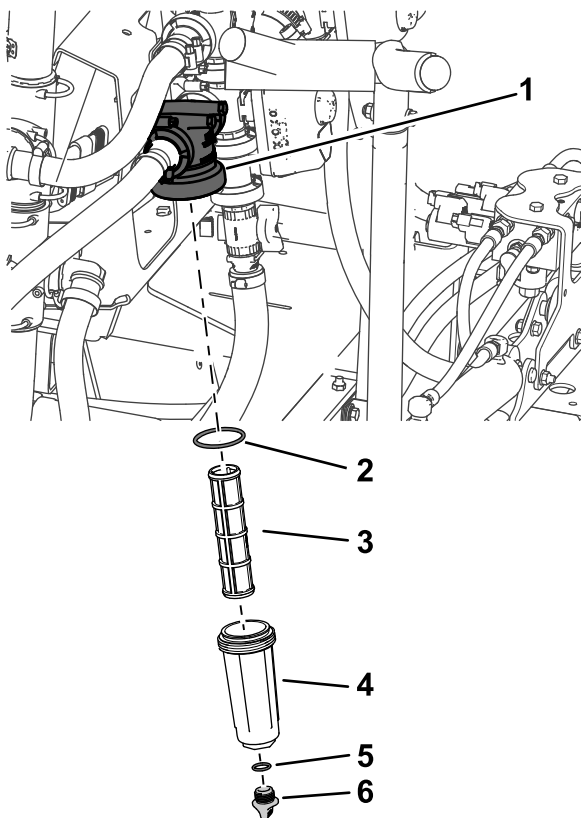

Figure 90
2. Placez un bac de vidange sous le filtre de pression (Figure 90).
3. Tournez le bouchon de vidange dans le sens antihoraire et retirez-le de la cuvette du filtre de pression (Figure 90).
4. Tournez la cuvette dans le sens antihoraire et déposez la tête du filtre (Figure 90).
5. Retirez l'élément du filtre de pression (Figure 90).
7. Contrôlez l'état et l'usure du joint du bouchon de vidange (à l'intérieur de la cuvette) et du joint de la cuvette (à l'intérieur de la tête du filtre) (Figure 90).
8. Placez l'élément dans la tête du filtre de pression (Figure 90).
9. Vissez la cuvette sur la tête du filtre et serrez-la à la main (Figure 90).
10. Vissez le bouchon de vidange sur le raccord au fond de la cuvette et serrez-le à la main (Figure 90).